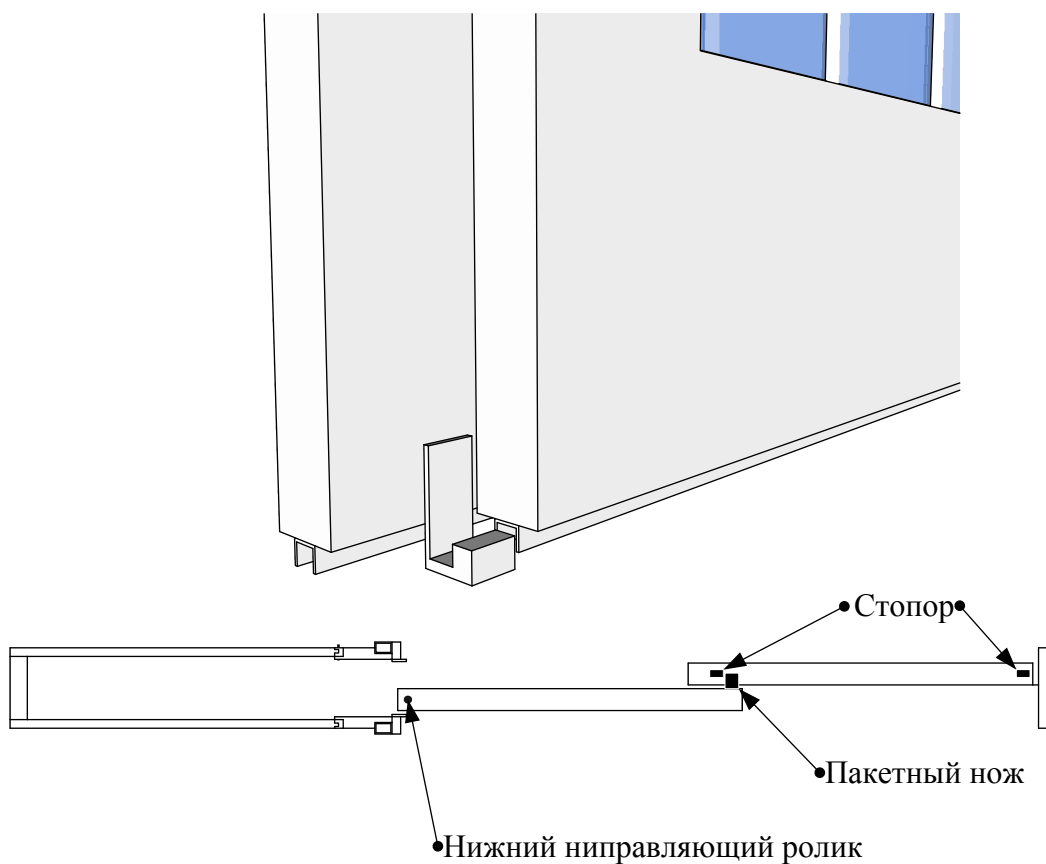

Рисунок 15
9. Установить пакетный нож на дверном полотне, которое будет выходить из тела пенала вторым . Установить стопоры для пакетного ножа на нижней направляющей первого полотна (Рис. 15).